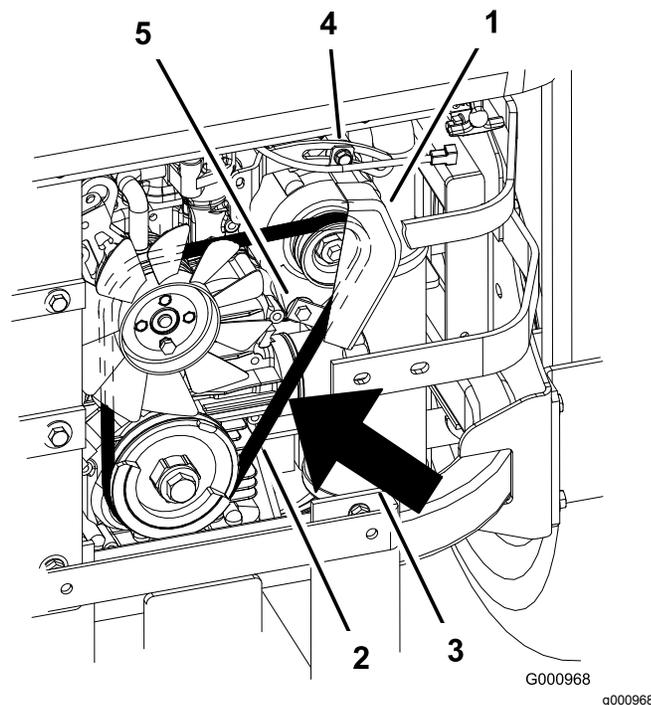

Figura 88
2. Regolate l'alternatore verso l'esterno fino ad ottenere una flessione della cinghia di 7–9 mm tra le pulegge del motore e dell'alternatore con una forza di 10 kgf (Figura 88).
5. Se la flessione è esatta, serrate i bulloni inferiore e superiore (Figura 88).